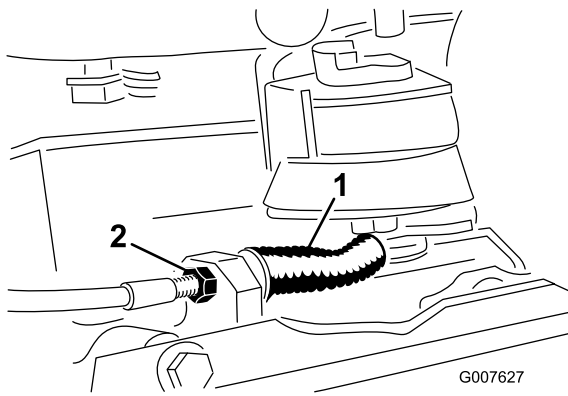

图40
- 要减少拉线的张力，应拧松前拉线锁紧螺母，同时拧紧后锁紧螺母（图40）。必要时重复步骤 1 和 2 并调节张紧力。
- 要增加拉线的张力，应拧紧前拉线锁紧螺母，同时拧松后锁紧螺母（图40）。必要时重复步骤 1 和 2 并调节张紧力。